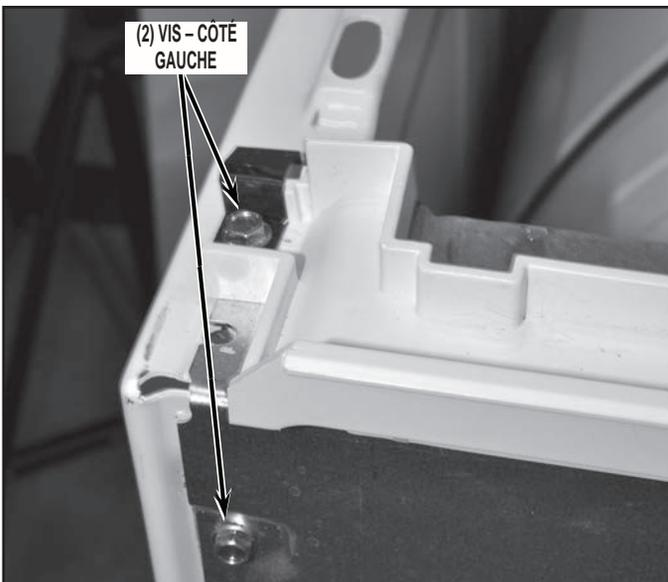

FIGURE 10A
13. Ôter ensuite la bride de montage de la console : ôter d'abord les vis de fixation de la bride - deux (2) vis sur le panneau de gauche de la caisse, deux (2) vis sur le panneau de droite, et une (1) vis sur la bride du module de commande central. Soulever légèrement l'ensemble pour l'extraire de la sécheuse. Voir *Figure 10A et 10B*.